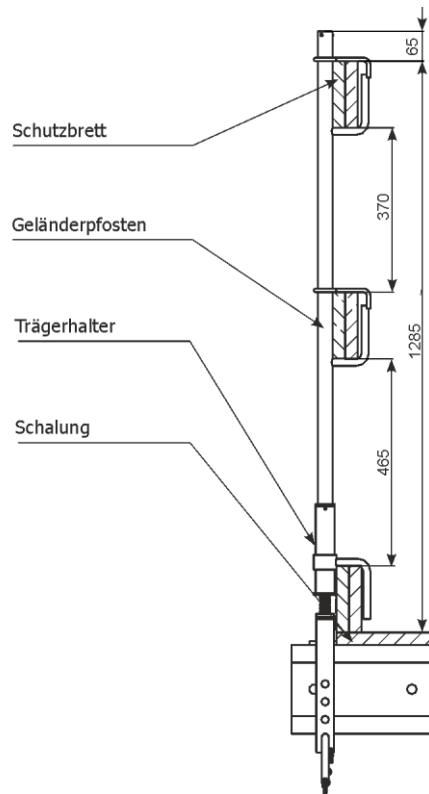

Abb. 49 Montage des Systems beim Einsatz von Trägerhaltern
2.7 Montage des Trägerhalters (Abb. 49)